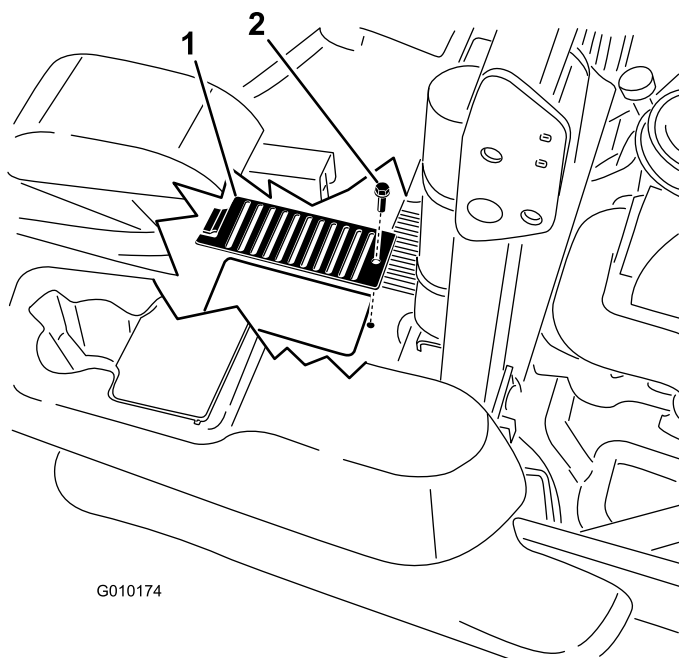

Figura 68
6. Retire el perno y la cubierta y limpie alrededor de cada varilla y unidad hidráulica (Figura 68).